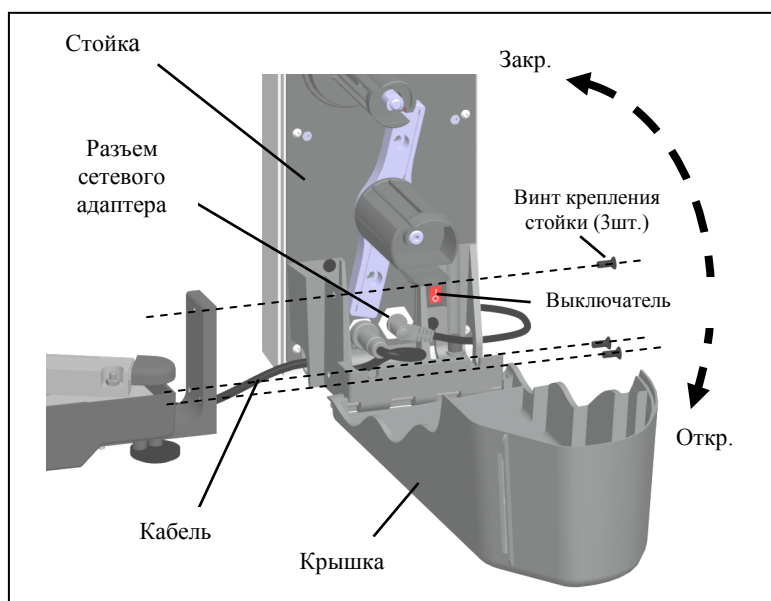

Рис. 3.2 - Сборка весов МК_RL10-1, МК_R2L10-1
3.3 Протянуть кабель внутри стойки и подключить к терминалу (Рис. 3.2). Излишки кабеля убрать в стойку.